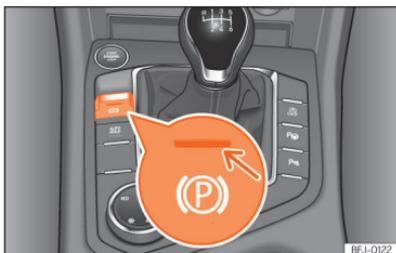

Abb. 155 Im unteren Bereich der Mittelkonsole: Taste für die elektronische Parkbremse.
- Ziehen Sie an der Taste  »» (Abb. 155) und halten Sie sie in dieser Position.
- Drücken Sie die Taste  »» (Abb. 155). Gleichzeitig kräftig das Bremspedal drücken, oder wenn der Motor angelassen ist, leicht das Gaspedal drücken.